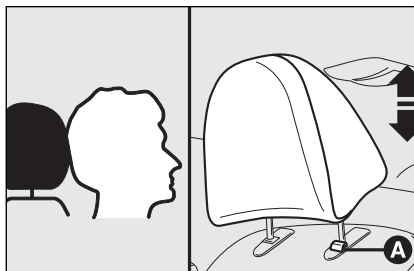

fig. 34
- ☐ réglage vers le bas: appuyer sur la touche **A**-fig. 34 et baisser l'appui-tête.